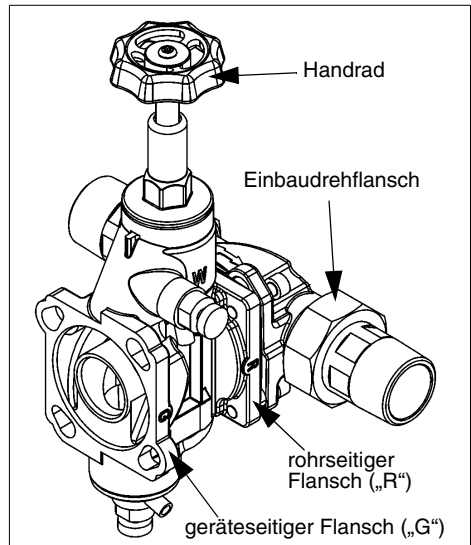

Abb. 8: Umgehungsventil JQX
- Das Umgehungsventil auf der mit dem eingegossenen Buchstaben „R“ (Rohr) gekennzeichneten Flanschseite mit dem Einbaudrehflansch durch Einrasten des Bajonetts verbinden (siehe Abb. 8).